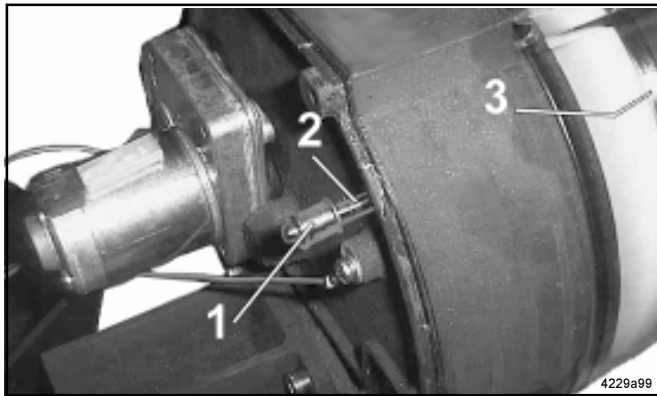

Abb. 23 -Teile der Leermeldung
- Die Folgeplatte 3, Abb. 23 des Behälters bewegt den Stift 2 mit dem Magneten 1 an der Steuerplatine vorbei und löst die Leermeldung aus.